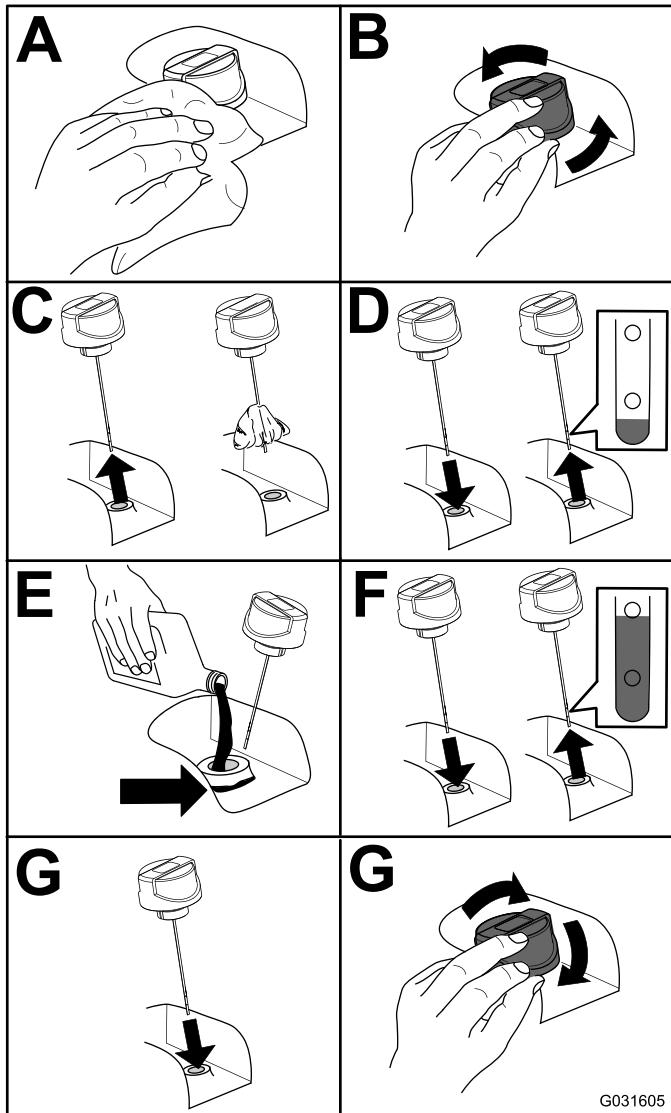

Bild 57
2. Prüfen Sie den Stand des Hydrauliköls (Bild 57).